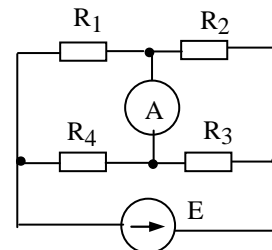

Рис.1.3.13
1.3.13. Определить показание амперметра (рисунок 1.3.13), если $E=60$ В, $R_1=40$ Ом, $R_2=30$ Ом, $R_3=20$ Ом, $R_4=10$ Ом. Внутреннее сопротивление амперметра $R_a=0$.